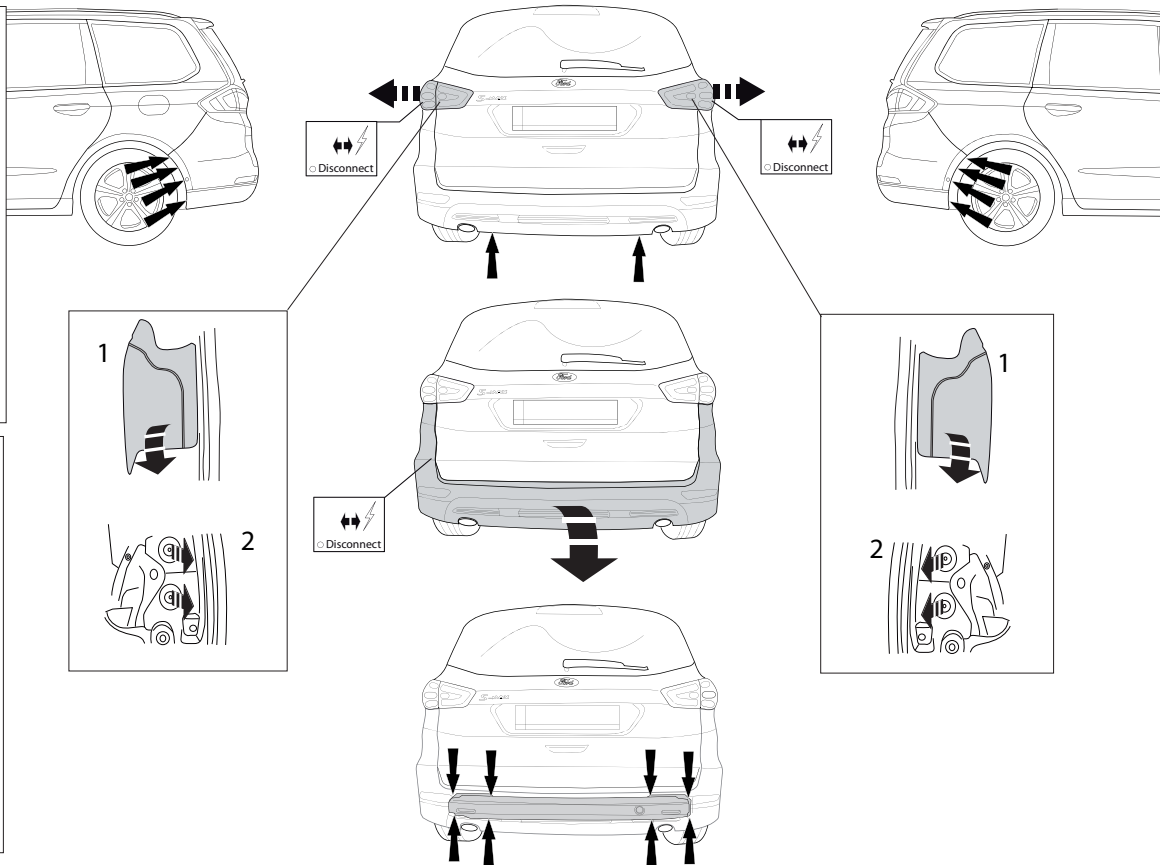

Fig.1
3. Снять оба блока задних фар. Снять бампер вместе со стальным буферным брусом автомобиля; буферный брус больше не понадобится. Поставить болты на место. См. рисунок 1.